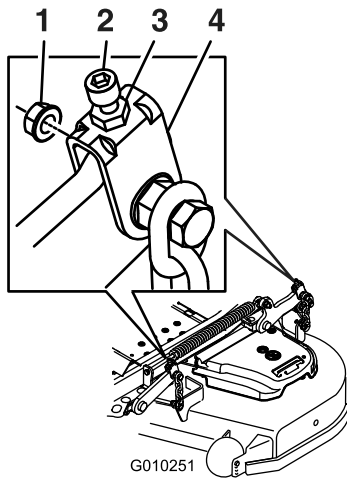

Figura 95
11. Per i piatti di taglio illustrati nella Figura 95, mettete a punto il dado di regolazione sul gruppo di sollevamento del piatto di taglio anteriore ruotandolo (Figura 95).
17. Mettete a punto la vite di regolazione ruotando fino a un'altezza di 8,3 cm (vedere Figura 95).